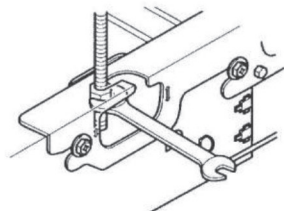

Рисунок 8
- Вставьте гаечный ключ в отверстие подвесного кронштейна. (см. рис.8)